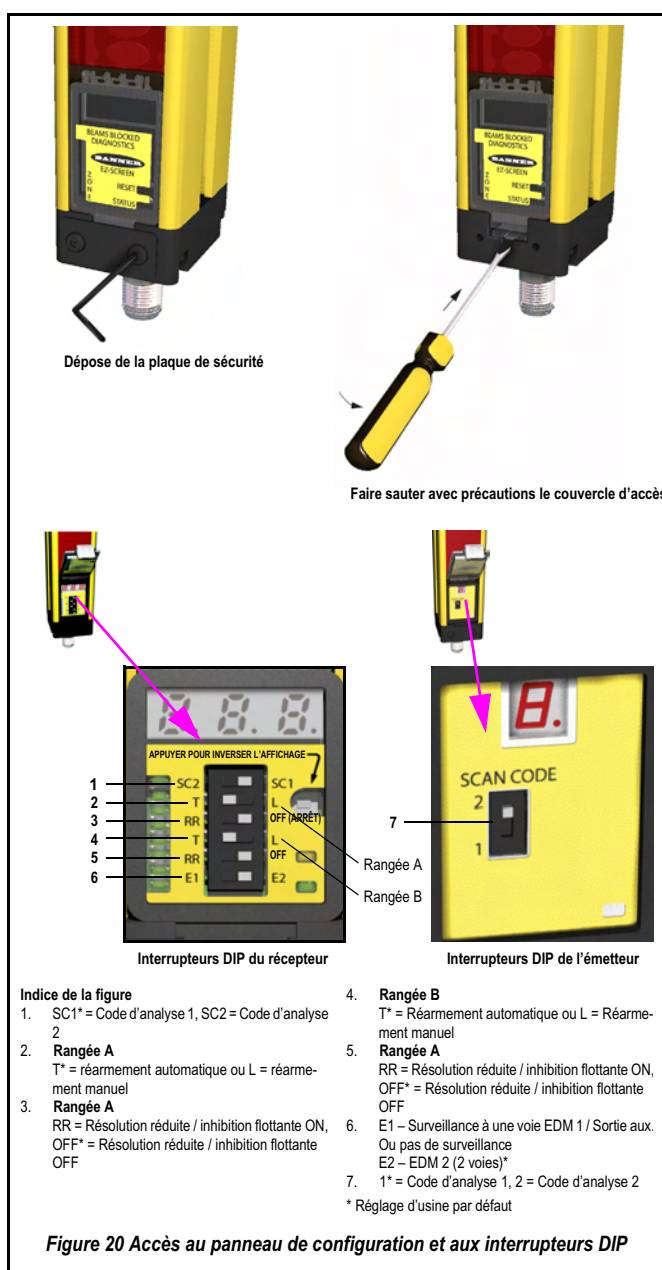

Figure 20 Accès au panneau de configuration et aux interrupteurs DIP
Les réglages du système se font sur les panneaux de configuration (voir Figure 20 en page 37) situés sur chaque émetteur et chaque récepteur, sous les couvercles d'accès. À part le code d'analyse, toutes les autres configurations doivent être changées quand le système est arrêté.
- 1) Avec l'outil spécial fourni, retirer les 2 vis de la plaque de sécurité (voir Figure 20 en page 37).
- 2) Vérifier que le récepteur est réglé sur les valeurs par défaut d'usine (voir Figure 20 en page 37) :
- 4) Vérifier que l'émetteur est réglé sur les valeurs par défaut d'usine (voir Figure 20 en page 37) :